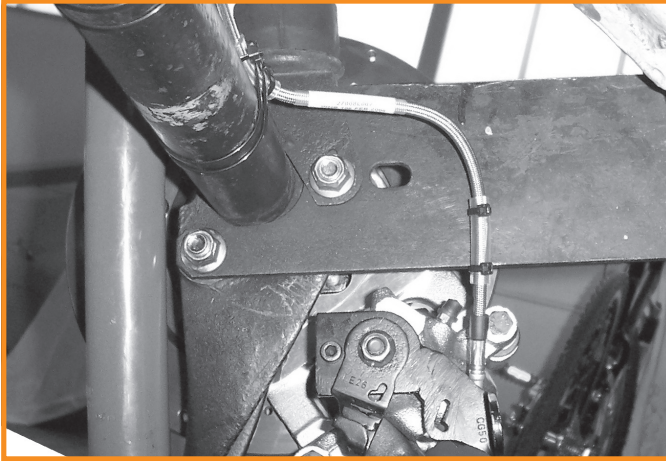
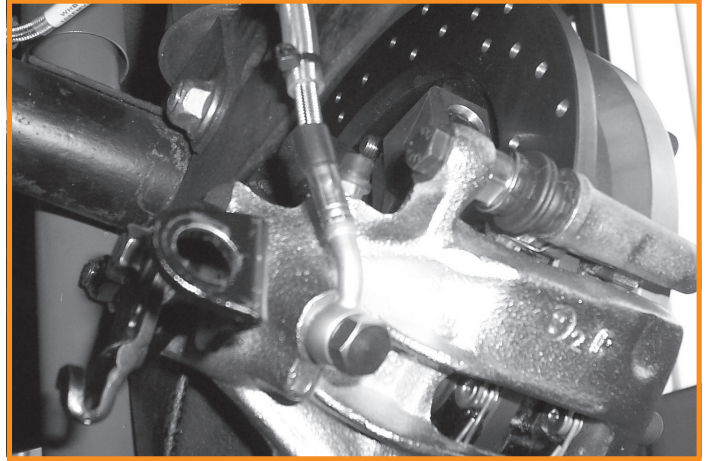

Fig. 8
Fig. 9
- Use the supplied banjo bolt and copper washers, connect the banjo fitting to the caliper. See Fig.8 & Fig.9.
- Mit Hilfe der mitgelieferten Hohl-schraube und den beiden Kupfer-Dichtringen befestigen Sie den Bremsschlauch am Bremssattel. Siehe Fig.8 & 9.